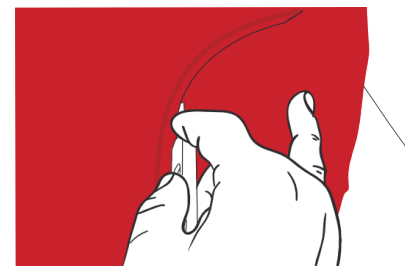

Figure 28
- › Pour réaliser la découpe, la lame du cutter doit être placée contre le bord de la pièce adjacente. Réaliser la coupe en restant toujours dans le prolongement de cette arête. (FIG. 28)